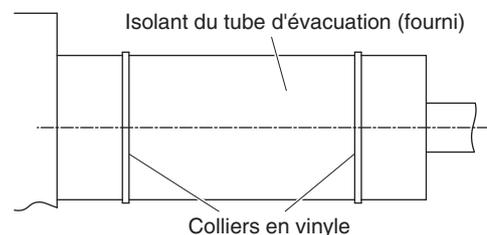

Fig. 3-89b
(2) Une fois la liaison d'évacuation correctement raccordée, enroulez l'isolant du tube d'évacuation fournis autour du tube et fixez-le à l'aide des colliers fournis. (Fig. 3-89b)